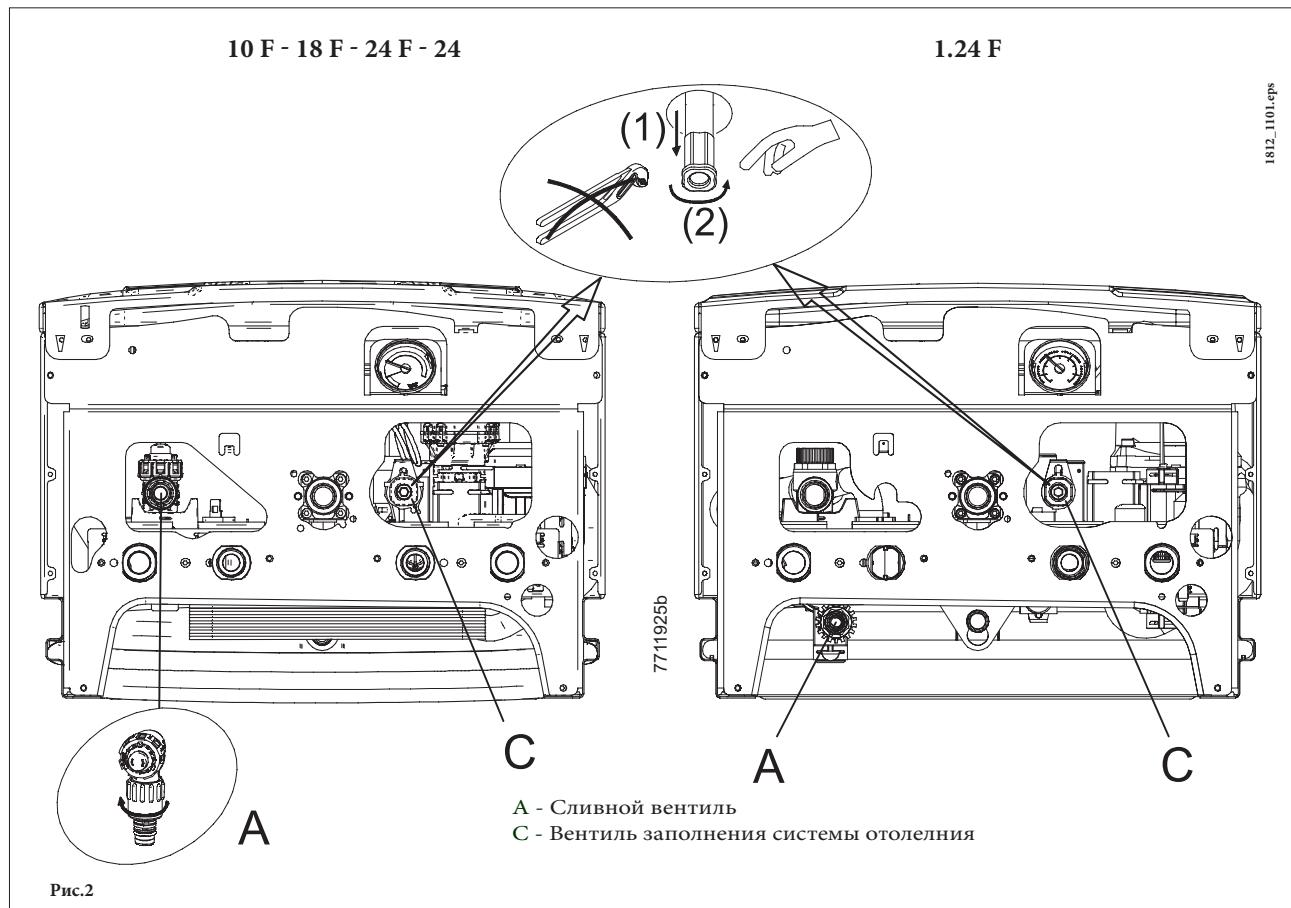

Рис.2
**ВАЖНО:** Регулярно проверяйте по манометру, чтобы давление находилось в пределах от 0,7 до 1,5 бар при холодной системе отопления. При превышении давления откройте сливной вентиль. Если давление ниже нормы откройте вентиль заполнения (рис.2). При необходимости частой подпитки рекомендуется обратиться в обслуживающую организацию. Советуем открывать кран очень медленно для облегчения удаления воздуха.